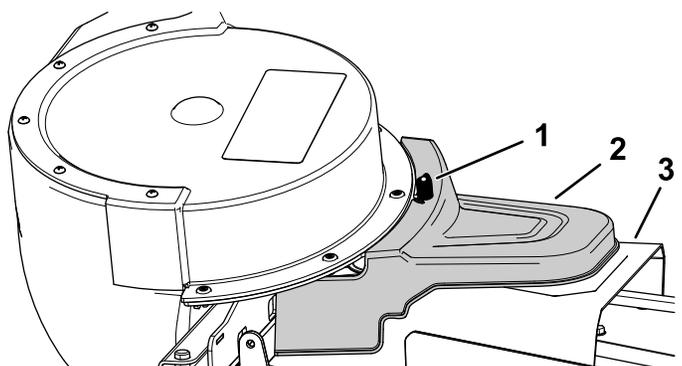

Figure 27
- Placez le couvercle du système de ramassage assisté par dessus le couvercle de courroie, et fixez-le en serrant les boutons (Figure 27).